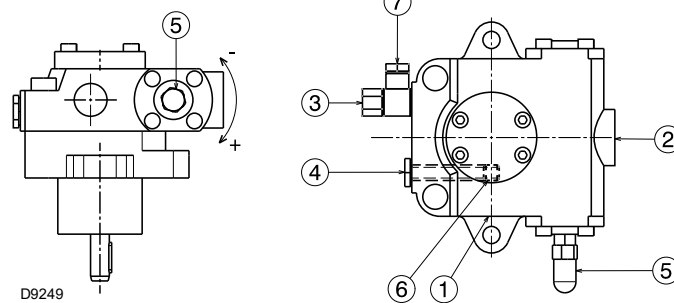

Fig. 22
Están instaladas en el quemador con el by-pass cerrado por el tornillo 6)(Fig. 22).
- A fin de que la bomba (Fig. 22) pueda autocebarse, es indispensable aflojar el tornillo 4) de la bomba para purgar el aire que pueda haber en el tubo de aspiración.
Leyenda (Fig. 22)
La operación indicada anteriormente es posible porque la bomba sale de fábrica llena de combustible. Si la bomba se ha vaciado, llenarla de combustible por el tapón del vacuómetro 4)(Fig. 22) antes de arrancarla, de otro modo quedará agarrada.